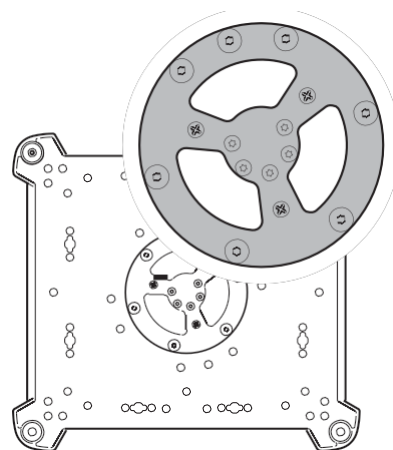

Рисунок 8. Место крепления страховочного троса
6. См. рисунок 8. Установите страховочный трос, который одобрен в качестве страховочного крепления, соответствующего весу прибора, обернув его вокруг колеса для страховочного крепления в нижней части основания.